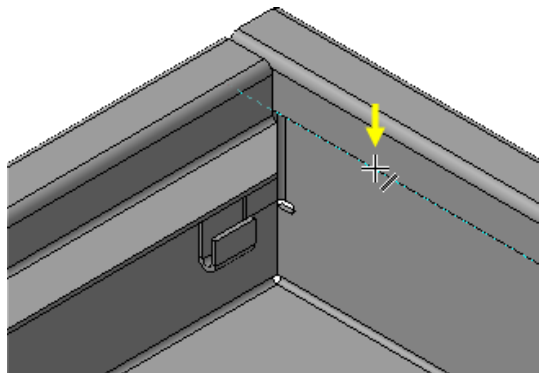

Рисунок 47.
- Теперь нужно построить сгибы на длинных стенках — укажите ребро (рис. 47).